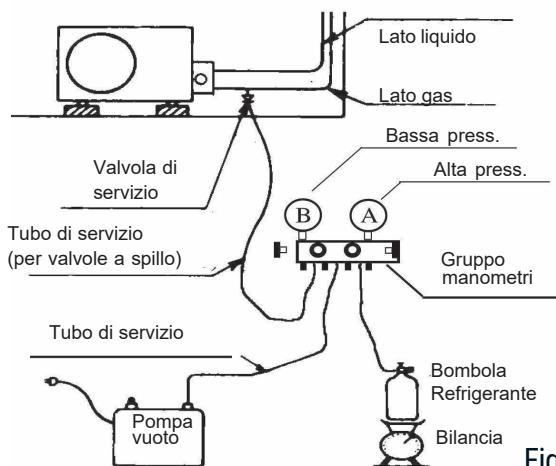

Figura 10
- Aprire le valvole "LOW" e "Vacuum" sul manometro, e avviare la pompa. (vedi figura 10)